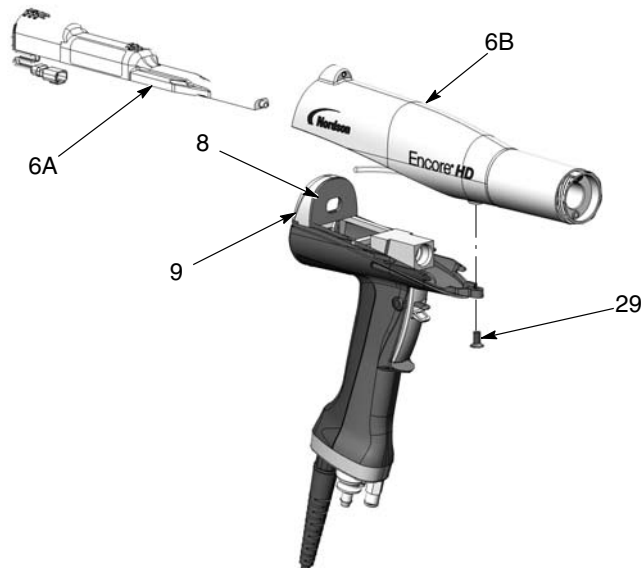

Figura 6-4 Rimozione dell'alimentatore di tensione dal corpo della pistola.
1. Vedi figura 6-4. Far scorrere l'alimentatore di tensione (6A) fuori dal corpo della pistola (6B).
2. Controllare la guarnizione (8) sul retro della saracinesca (9). Sostituirlo se danneggiato. La guarnizione è attaccata alla saracinesca con un adesivo sensibile alla pressione.